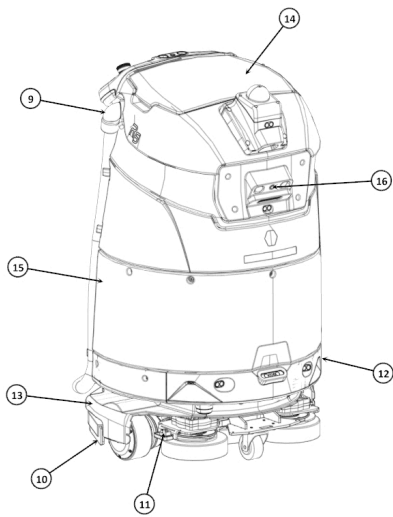

Figure 2
9. pajp tal-vakwu (Figure 2)
10. gomma tas-squeegee (Figure 2)
11. gankju tal-kartriċ tal-ispazzola (Figure 2)
12. bar tas-sensors ta' quddiem (Figure 2)
13. squeegee (Figure 2)
14. sportell tat-tank tal-irkupru (Figure 2)
15. ġhata ta' quddiem (Figure 2)
16. kamera RGB ta' quddiem (Figure 2)